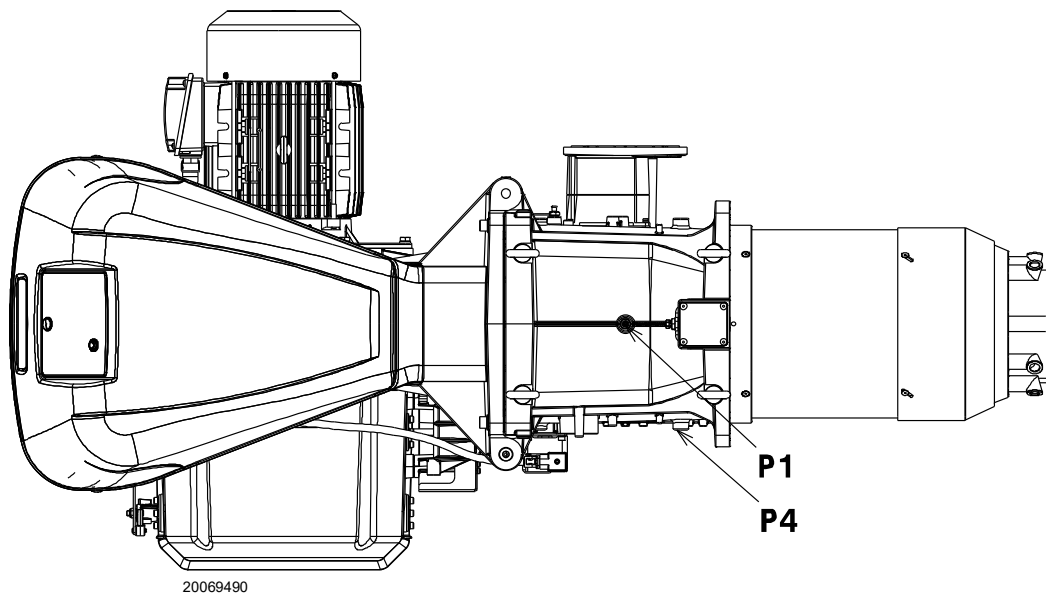

Abb. 23
Gasdruck, am Anschluss P1)(Abb. 23) gemessen mit:
- vom Gasdruck am Anschluss P1)(Abb. 23) den Druck in der Brennkammer abziehen.
Gasdruck am Anschluss P1)(Abb. 23) = 46,7 mbar
Um stattdessen den am Anschluss P1)(Abb. 23) notwendigen Gasdruck zu ermitteln, nachdem die Höchstleistung festgelegt wurde, bei der Brenner arbeiten soll:
- Rechts, in Spalte 1, den Druck am Anschluss P1)(Abb. 23) ablesen.
Am Anschluss P1)(Abb. 23) erforderlicher Druck.